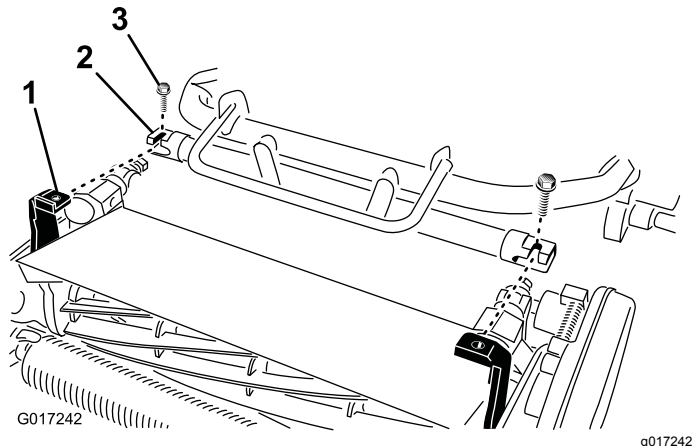

Figure 8
4. Manœuvrez le cadre de la machine en avant jusqu'à ce qu'il s'engage avec les bras pivotants de l'unité de coupe Figure 8.
5. Fixez le cadre de la machine aux bras pivotants de l'unité de coupe avec 2 boulons (3/8" x 3/4") (Figure 8)